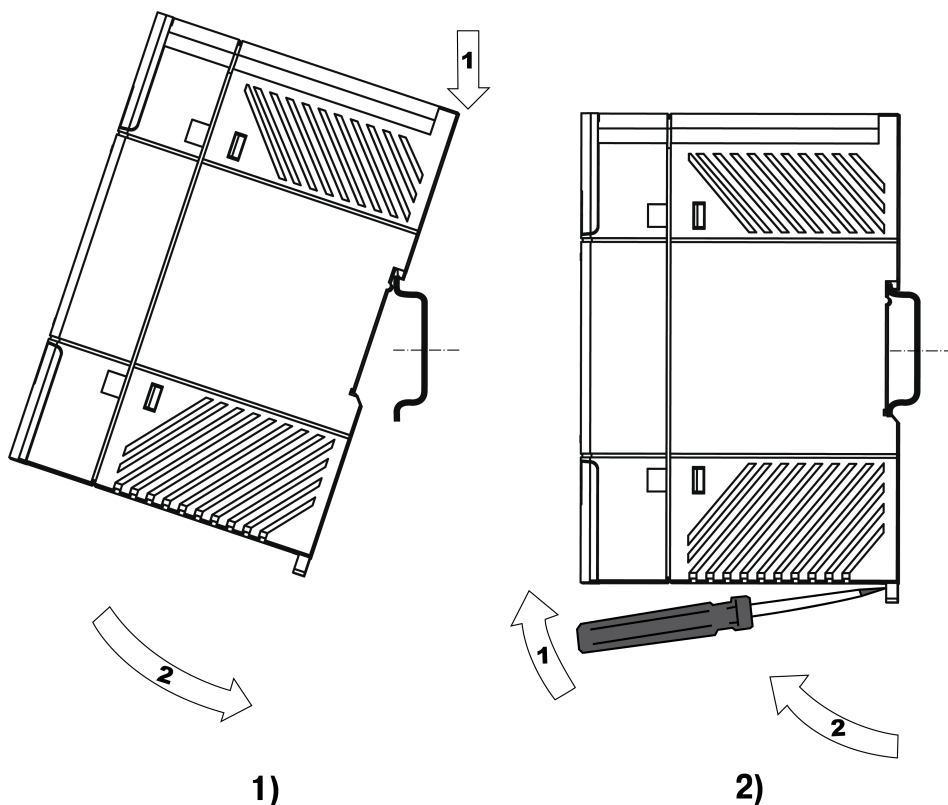
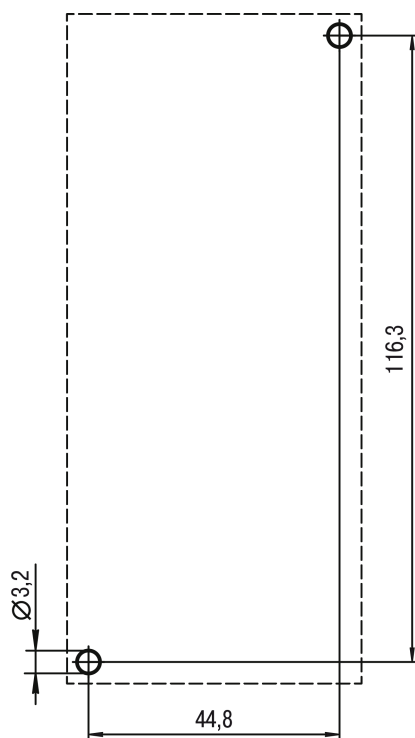

Рисунок 4.1 – Монтаж (1) и демонтаж (2)
Рисунок 4.3 – Установочные размеры для монтажа на стену
2. Закрепить прибор на DIN-рейке (см. рисунок 4.1) или на вертикальной поверхности с помощью винтов (см. рисунок 4.3).